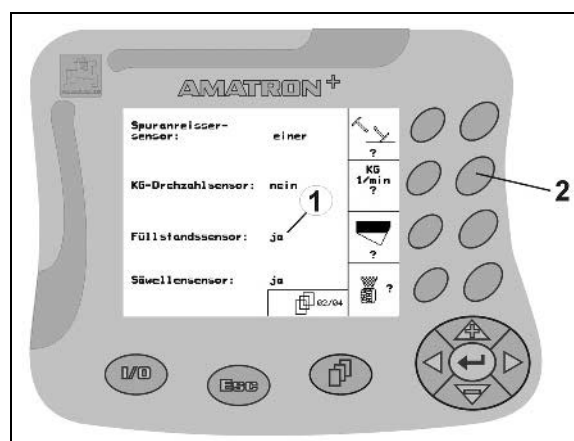

Рис. 17
- Нажмите функциональную кнопку (Рис. 17/2)
- Функция **есть** (Рис. 17/1).